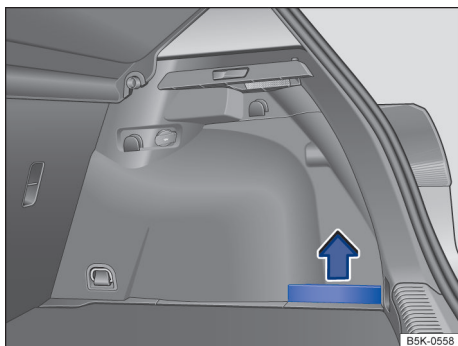

Fig. 144 No compartimento de bagagem: porta-objetos lateral com painel lateral.
- Para *remover*, retirar o painel lateral no sentido da seta → Fig. 144, puxando-o para cima.